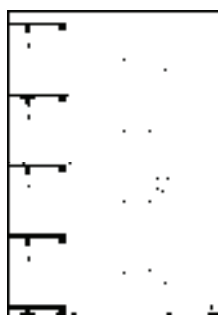
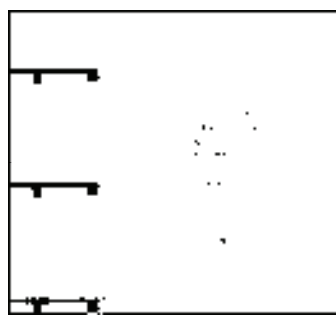

图 14-168 3~5 层的剖面楼梯
图 14-169 6 层的剖面楼梯
16) 重复调用“移动”命令, 移动楼梯图形; 调用“直线”命令、“修剪”命令, 编辑修改剖面楼梯等图形, 绘制 3~5 层的剖面楼梯, 如图 14-168 所示, 绘制 6 层的剖面楼梯如图 14-169 所示。